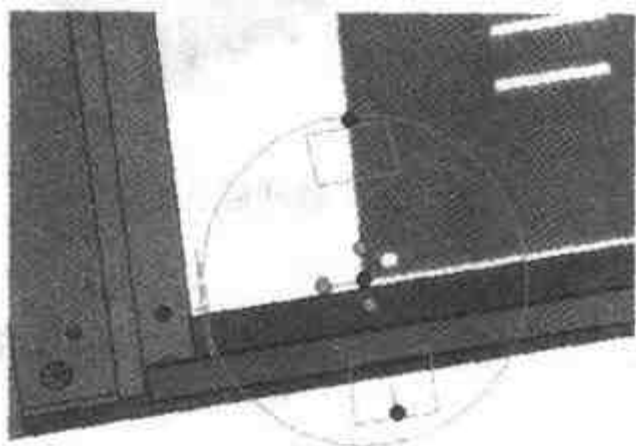

图 4.142 选择定位点
- (3) 将三维球的中心放置在侧板的一个角点上, 如图 4.142 所示。